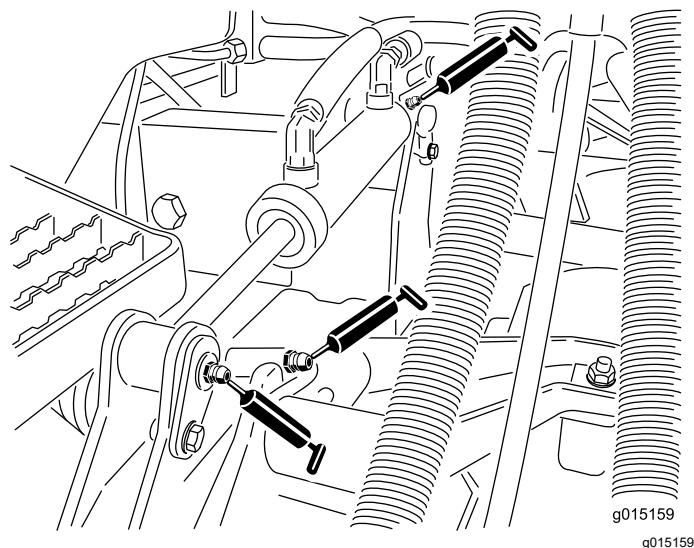

図 46
- 昇降アームのブッシュカッティングユニット 1 台に 1ヶ所 図 46
- 昇降シリンダのブッシュカッティングユニット 1 台に 2ヶ所 図 46